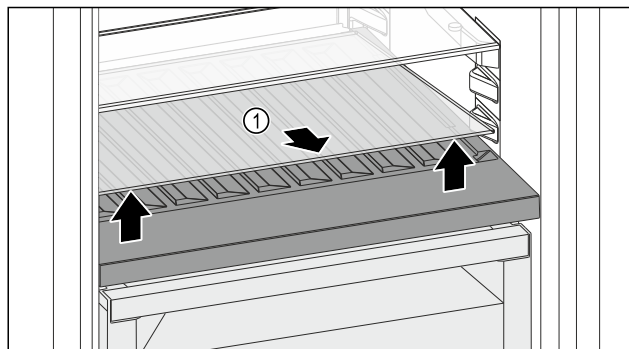

Fig. 188
- Приподнимите стеклянную пластину Fig. 188 (1) за выемку спереди и извлеките.
- Уложите стеклянную пластину Fig. 188 (1) на хранение вне устройства.
- Установите стеклянную пластину (2) под сменной полкой для хранения бутылок.